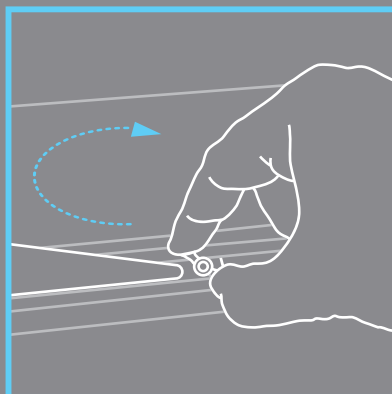

Figure 4
- Alignez la vis avec la plaque de la vis et resserez jusqu'à ce que ça soit parfaitement sécurisé (**Figure 4**).